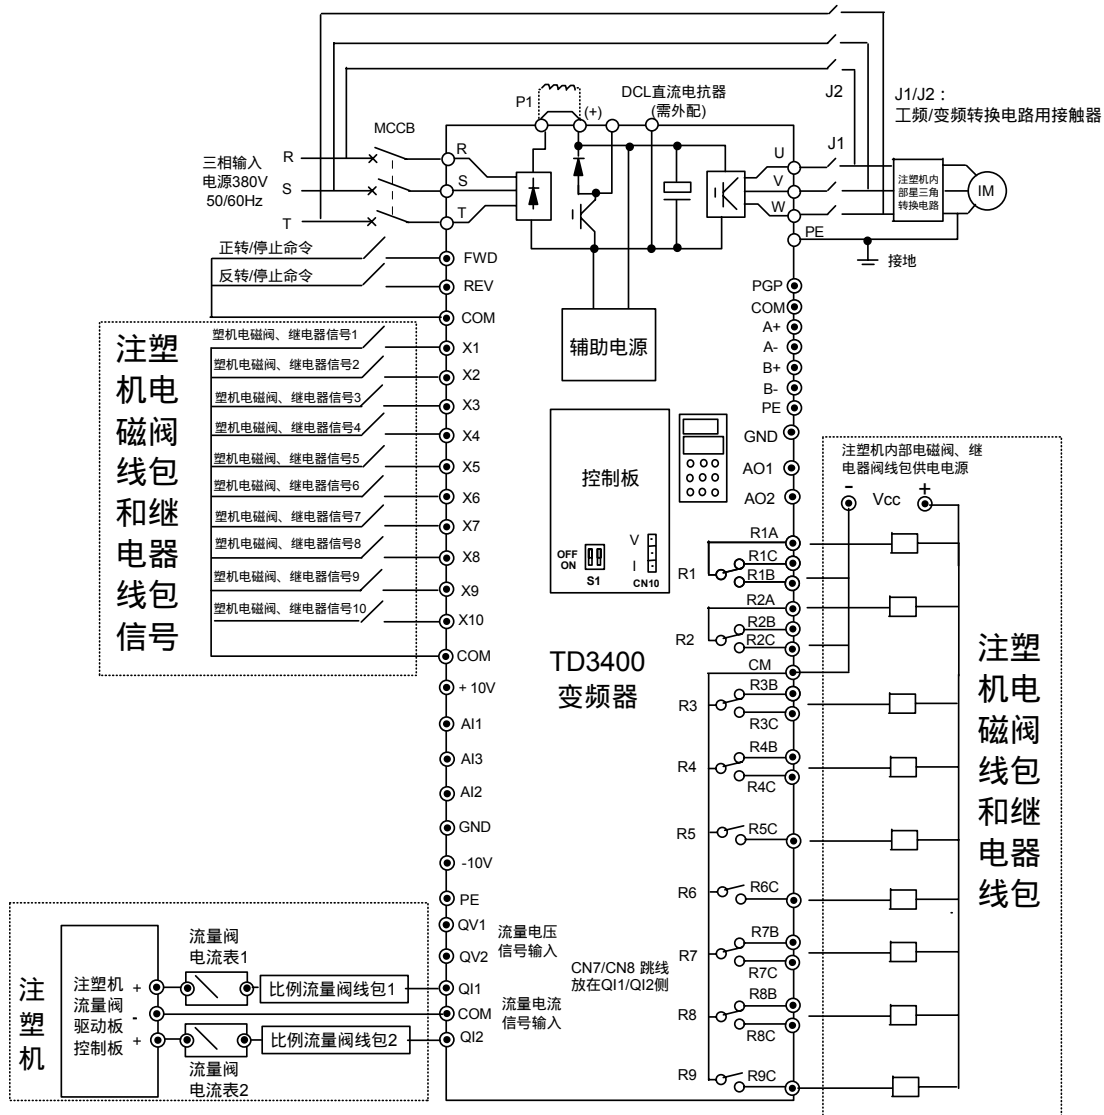

图 4-19 基本应用接线图
1) TD3400 变频器外配工频/变频转换电路，以方便现场调试、不影响正常生产。电路原理图可参见图 4-19。
一般可选择比例流量阀的电流信号输入到 TD3400 的接口板 QI1 流量端子。如图 4-19 所示。